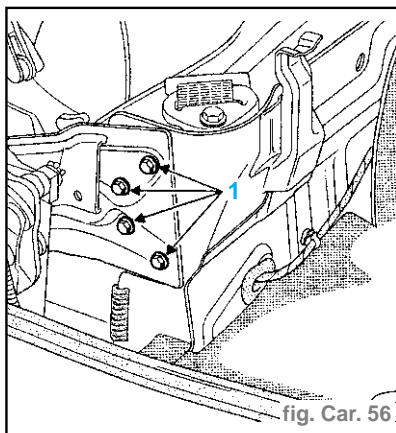

fig. Car. 56
- Déposer les vis (1) de fixation arrière de la traverse de liaison. (fig. Car. 56)